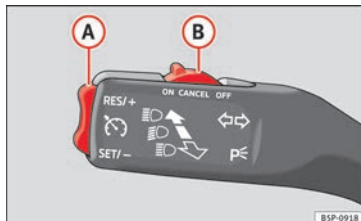

Abb. 135 Blinker- und Fernlichthebel: Schalter und Wippe für die Geschwindigkeitsregelanlage.
- Schieben Sie den Schalter **»» Abb. 135 (B)** nach links auf **ON**.